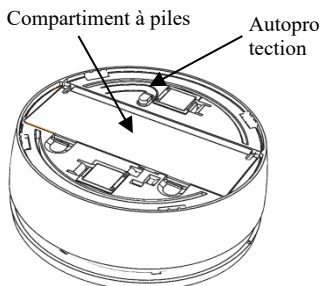

Figure 7
3. Envoyez un message d'adressage en appuyant sur le bouton d'autoprotection (*reportez-vous à la Figure 7*) pendant au moins 3 secondes (ou placez le détecteur sur son support de montage) jusqu'à ce que le récepteur du système indique qu'il a reçu le message d'adressage.